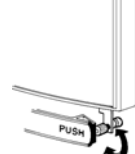

figura 12
- 5 - È possibile regolare l'apertura del rubinetto e quindi il flusso di bevanda erogata agendo sulla ghiera posta dietro il tasto rubinetto (vedere figura 12).